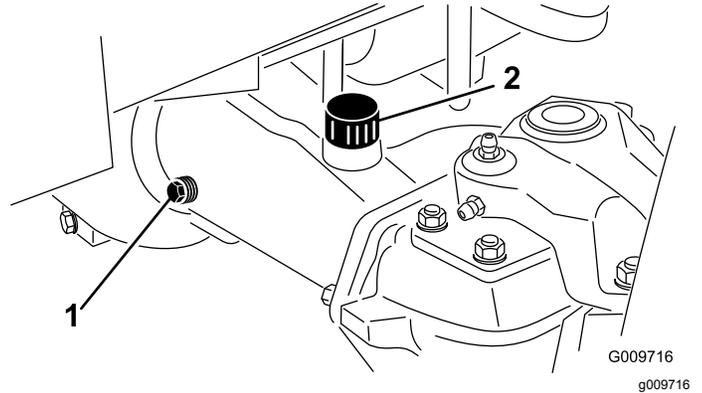

Figure 74
- Enlevez un bouchon de contrôle à une extrémité du pont arrière (Figure 74) et vérifiez que le lubrifiant atteint la base de l'orifice.
- Si le niveau est trop bas, enlevez le bouchon de remplissage (Figure 74) et ajoutez suffisamment de lubrifiant pour rectifier le niveau.